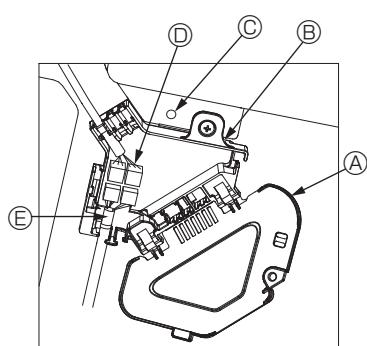

Fig. 5-9
- I koblingsboksen må du finne koblingsledningen for spjeldmotoren til gitteret og ledningen for spjeldmotoren, og koble sammen ledningene. (Fig. 5-9)